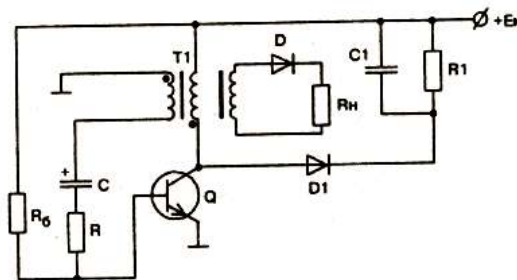

Рис. 8. Принципиальная схема автоколебательного блокинг-генератора
*Вспомогательный преобразователь.* Вспомогательный преобразователь является конструктивной особенностью источников питания формата АТХ. Данный преобразователь формирует напряжение +5ВSB в выключенном состоянии системного модуля. Устройство представляет собой блокинг-генератор, функционирующий в автоколебательном режиме в течение всего времени замкнутого состояния сетевого выключателя блока питания. Упрощенная схема автоколебательного блокинг-генератора для обратноходового преобразователя приведена на рис. 8. Основными элементами блокинг-генератора являются транзистор Q и трансформатор T1. Цепь положительной обратной связи образована вторичной обмоткой трансформатора, конденсатором C и резистором R, ограничивающим ток базы. Резистор Rб создает контур разряда конденсатора на этапе закрытого состояния транзистора. Диод D исключает прохождение в нагрузку Rн импульса напряжения отрицательной полярности, возникающего при запираии транзистора. Ветвь, состоящая из диода D1, резистора R1 и конденсатора C1, выполняет функцию защиты транзистора от перенапряжения в коллекторной цепи.